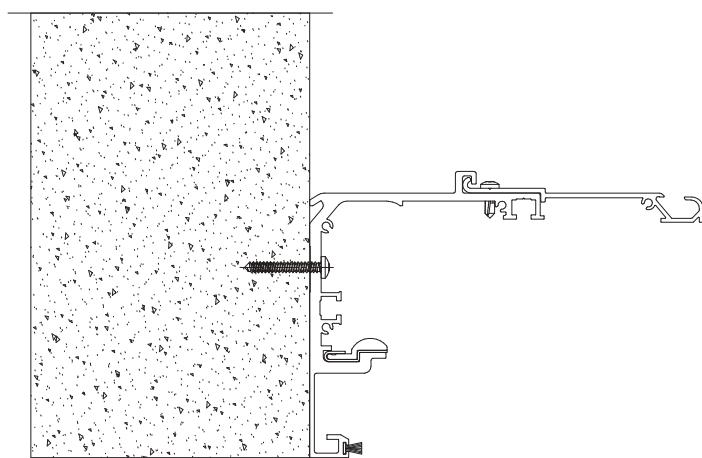

Рис. 3
- Закрепите собранный несущий профиль на высоте проема Н шурупами $5,5 \times 45$ (60 мм) с шагом 300–400 мм в зависимости от веса створок. Зафиксируйте уплотнитель рельса на рельсе и вставьте рельс в несущий профиль. Протяните фетровый уплотнитель в нижнем пазу несущего профиля (рис. 3).